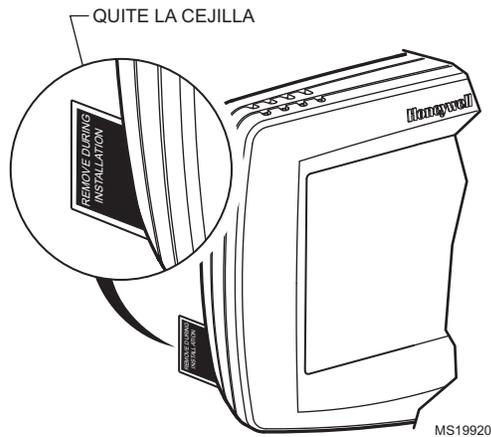

Fig. 21. Quite la etiqueta con la inscripción Remove de la parte trasera del termostato.
1. Localice y quite la etiqueta con la inscripción Remove que se encuentra en la esquina inferior izquierda de la parte trasera del termostato. Vea la Fig. 21.